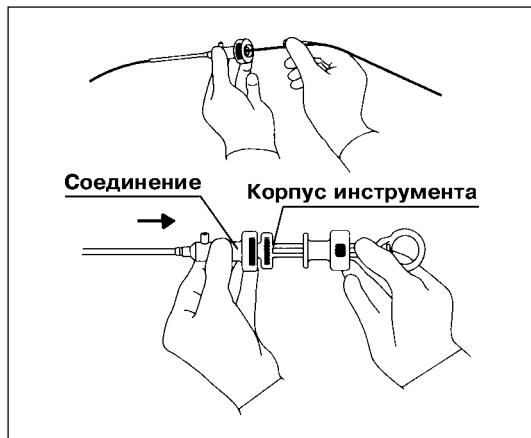

Рис. 5.3.
- 1.** Вставьте спиральную (проволочную) оболочку в просвет подвижного соединения трубчатой оболочки с проксимального конца (см. рис. 5.3).